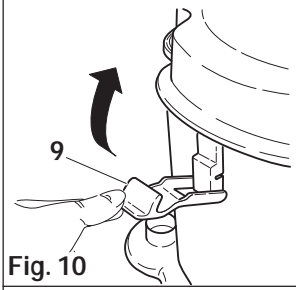

Fig. 10
- Rimettere il gruppo motore sulla vasca di raccolta e bloccare con i ganci di chiusura (fig. 10).